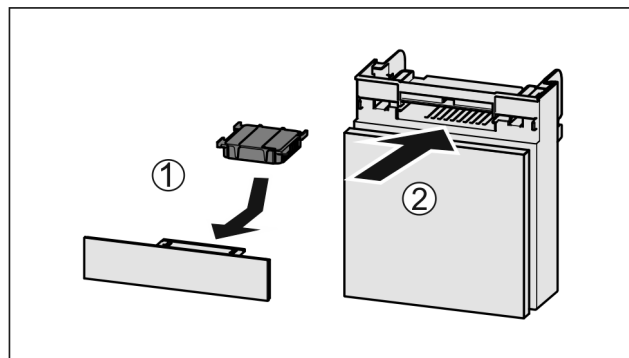

Fig. 36
- ▶ Insérer le filtre à charbon actif d'après le schéma Fig. 36 (1).
- ▶ Insérer le compartiment Fig. 36 (2).